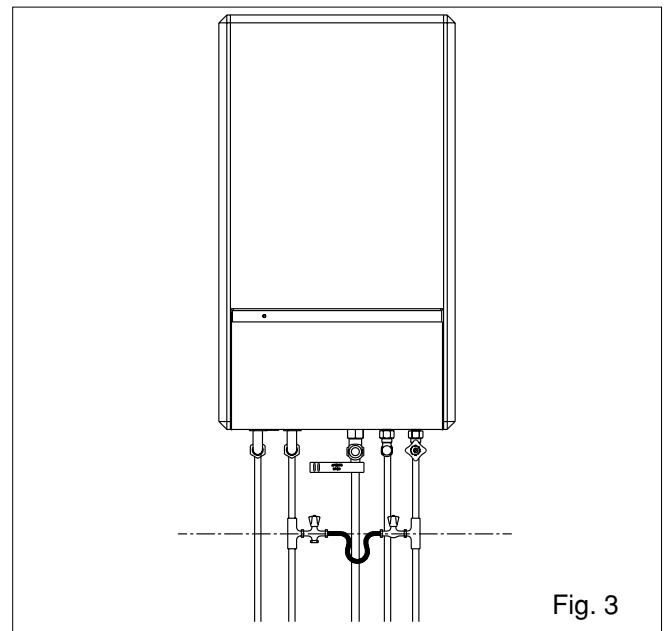

Fig. 3
3.1 HOW TO TOP-UP THE SYSTEM PRESSURE (fig. 3)